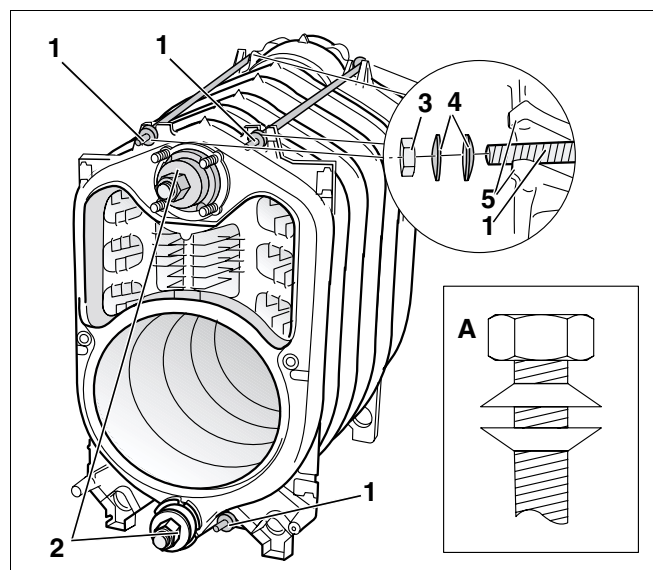

Fig. 24 Montarea tiranților – dispunerea penelor disc
- Acordați atenție ca penele disc să fie amplasate corespunzător față de tiranți (Fig. 24, **Poz. A**).
- Cele trei tije de ancorare (Fig. 24, **Poz. 1**) cu penele disc amplasate (Fig. 24, **Poz. 4**) la pozițiile prevăzute pentru partea frontală și cea posterioară cazanului vor fi amplasate (Fig. 24, **Poz. 5**) în came.
- Se va strânge manual câte o piuliță (Fig. 24, **Poz. 3**) la filetul tiranților (Fig. 24, **Poz. 1**), astfel încât suprafețele penelor disc să se afle în came.
- Se strâng piulițele (Fig. 24, **Poz. 3**) pe tijele de ancorare cu rotație de la (Fig. 24, **Poz. 1**) la 1½.
- Utilajul de presare 1.2 (Fig. 24, **Poz. 2**) se înlătură.